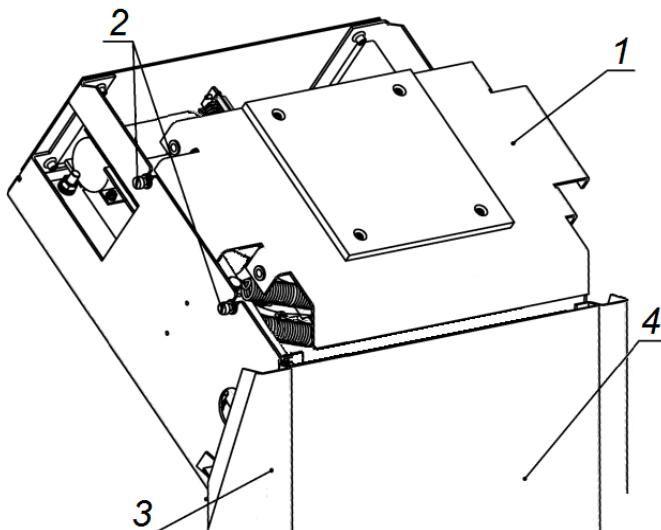

Рисунок 13. Стойка ЭП со снятой крышкой
4. Установите гильзы анкеров (15) в выполненные в полу отверстия так, чтобы они не выступали над поверхностью пола.
6. Снимите крышку ЭП (2). Порядок снятия крышки см. в разд. 6.
7. Снимите заднюю стенку ЭП (4, рис. 13). Для этого смешайте ее вверх вдоль стойки ЭП, до тех пор, пока она не выйдет из зацепления со стойкой. Задняя стенка снабжена двумя парами защелок, расположенными в ее верхней и нижней частях.